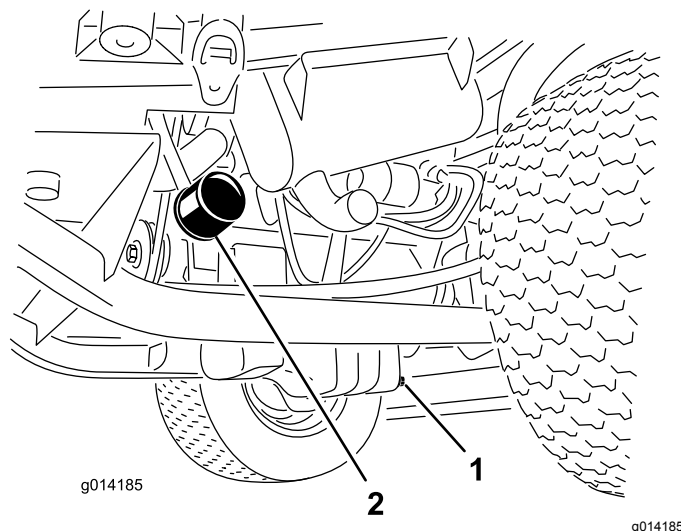

Figura 32
1. Togliete il tappo di spurgo (Figura 32) e lasciate defluire l'olio in una bacinella.
3. Togliete il filtro dell'olio (Figura 32).